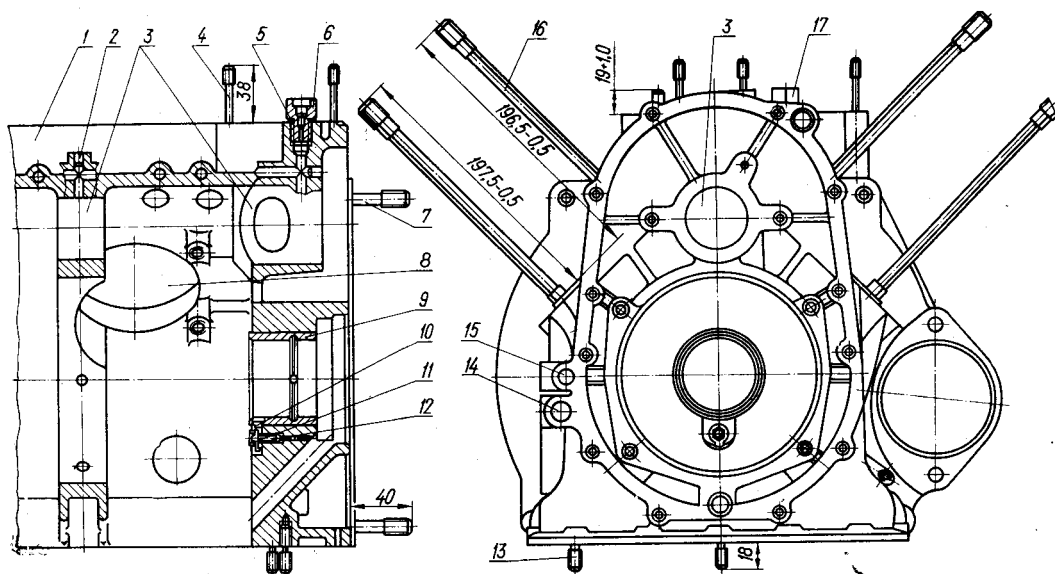

Рис. 14. Картер коленчатого вала в сборе:
**Картер двигателя** (рис. 14) отлит из магниевого сплава МЛ-5. В задней стенке картера имеется расточка для установки привода прерывателя-распределителя зажигания и масляного насоса, которые приводятся в действие от шестерни, выполненной на распределительном валу двигателя (передаточное отношение 1 : 1).
Средняя опора коленчатого вала разъемная. Она состоит из двух половин и крепится к картеру двумя вертикально расположенными болтами 4 (рис. 15). Передний и задний коренные подшипники коленчатого вала (рис. 16) неразъемные. Задний подшипник 15 (рис. 17) запрессован непосредственно в стенку картера и фиксируется стопором 10, передний подшипник 11 запрессован в переднюю опору 10 и фиксируется штифтом. Коренные подшипники коленчатого вала изготовлены из специального алюминиевого сплава. Выше расточек под коренные подшипники в средней, передней и задней стенках картера расточены отверстия, являющиеся опорами 3 (см. рис. 14) под распределительный вал.